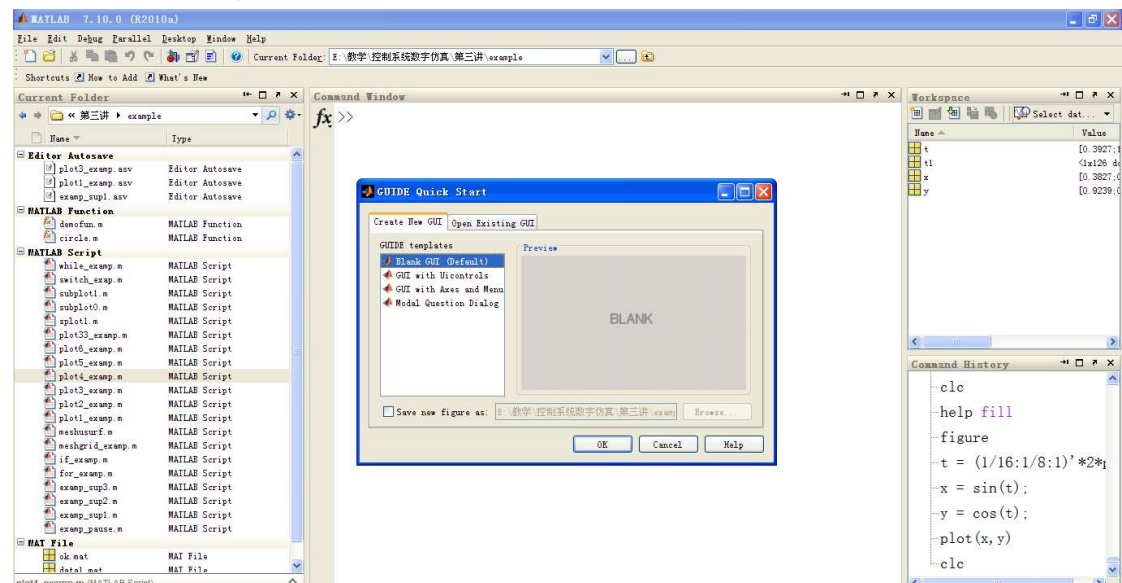

图 6 打开 GUIDE
1. File->New-GUI, 打开 GUI 创建页面，如图 6 所示